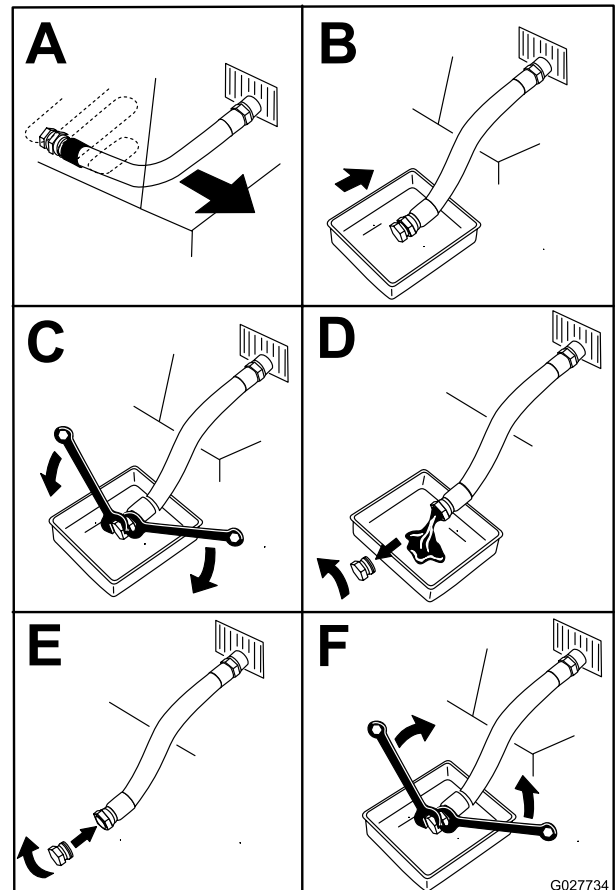

Figura 44
4. Cambie el aceite del motor (Figura 44).